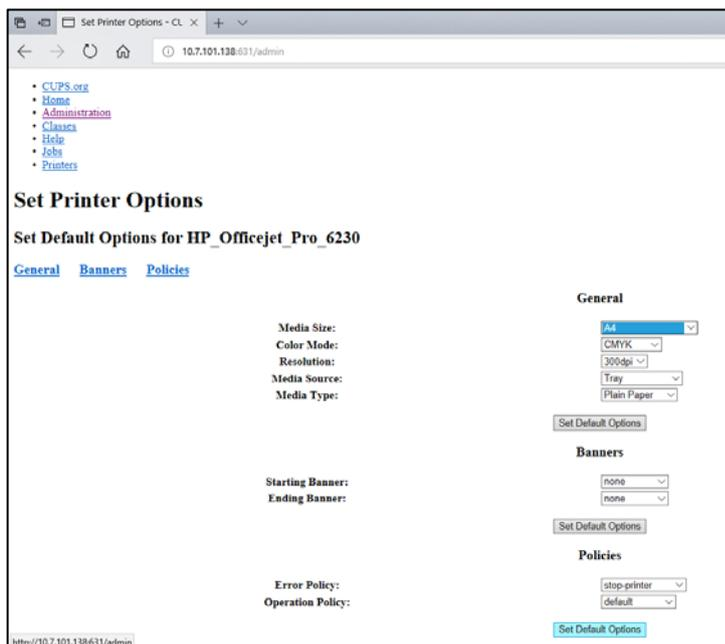

Figura 81. Selezione del formato di stampa corretto.
7. Selezionare il Media Size (Formato di stampa) corretto (ad esempio "A4") perché alcune stampanti non stampano se il formato della carta è sbagliato. Successivamente, salvare la selezione premendo Set Default Options (Imposta opzioni predefinite) (Figura 81).